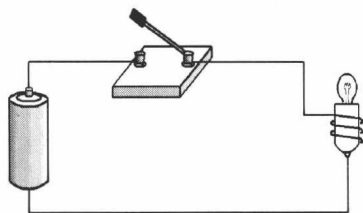

图 1-1 简单直流电路
将电池、开关和照明灯用导线连接成如图 1-1 所示的实验电路,合上开关,小照明灯发光;然后取走任一元件,观察照明灯是否还能继续发光。实验结果发现取走任一元件,照明灯都不会发光。图 1-1 所示为最简单的直流电路——照明灯电路。
① 通路(闭路) 电源与负载接通,电路中有电流通过,电气设备或元器件获得一定的电压和电功率,以进行能量转换。
② 开路(断路) 如图 1-1 所示,打开开关,或将电路中的某一部分断开,照明灯都不会发光,说明电路中没有电流。这种因某一处断开而使电路中没有电流的状态叫开路,又称为空载状态。
③ 短路(捷路) 将图 1-1 中的照明灯取下,用导线直接把电源的正、负极连接起来,过一会儿如果用手摸导线会感觉到导线发热。这种没有用电器而是直接用导线将电源正、负极相连的电路称为短路。短路是非常危险的,会把电源烧坏,这是不允许的。短路时,输出电流过大对电源来说属于严重过载,如没有保护措施,电源或电器会被烧毁或发生火灾,所以通常要在电路或电气设备中安装熔断器、保险丝等保险装置,以避免发生短路时出现不良后果。